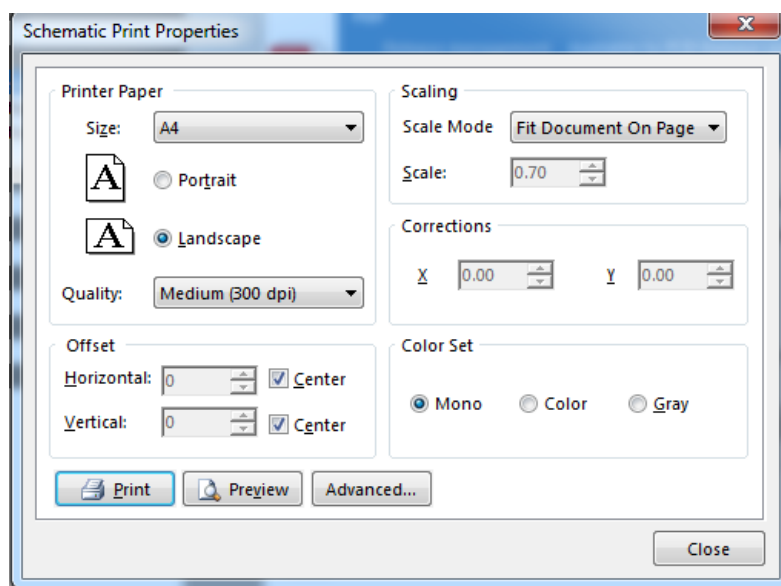

Рис. 7.2
5) У вікні, що відкрилося рис. 7.2, у блоці **Color Set**, оберіть пункт **Mono** для друку у монохромній схемі кольорів. Натиснувши **Preview** можна переглянути документ в тому стані в якому він буде надрукований.